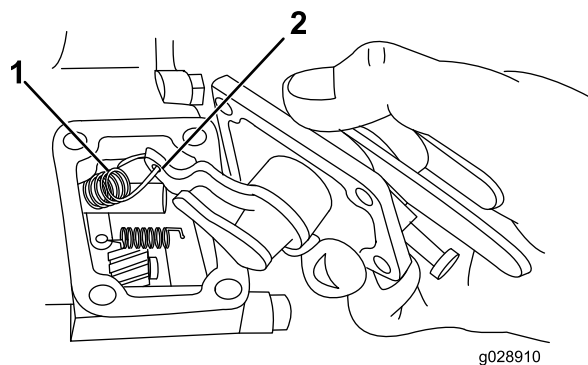

Рисунок 10
2. Выдвиньте наружу панель управления частотой вращения на такую величину, чтобы можно было отсоединить пружину регулятора оборотов от его рычага (Рисунок 10).
1. Зацепите пружину регулятора оборотов за его рычаг на сменной панели управления частотой вращения (см. Рисунок 10).